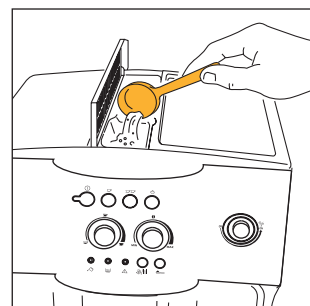

Fig. 19
2. Til het dekseltje in het midden op en doe een maatlepel voorgemalen koffie in de trechter (fig. 19). Ga vervolgens te werk zoals beschreven in hoofdstuk 5.